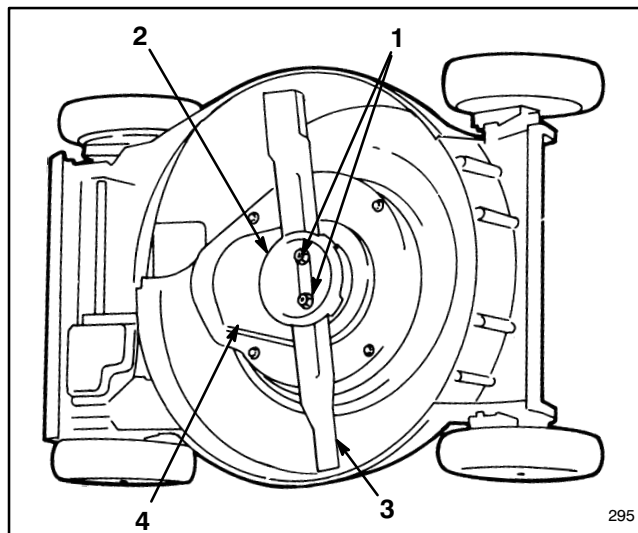

Figure 34
3. Basculez la tondeuse sur son côté gauche (fig. 34).
4. Dévissez les deux (2) écrous de fixation de la lame, la coupelle de protection, la lame, l'entretoise de lame, l'écran rotatif et les quatre (4) vis qui maintiennent le système BBC au plateau de la tondeuse (fig. 34 et 35).
6. Remontez l'écran du système BBC au moyen des quatre (4) vis, l'écran rotatif (le rebord dirigé en direction de l'extérieur du carter), la butée d'espacement de la lame, la lame, la coupelle de protection et les deux (2) écrous de fixation de la lame. La pale de la lame doit être orientée vers le haut du carter de la tondeuse. Serrez les écrous d'attache de la lame à 20-37 N·m (15-27 ft-lb).